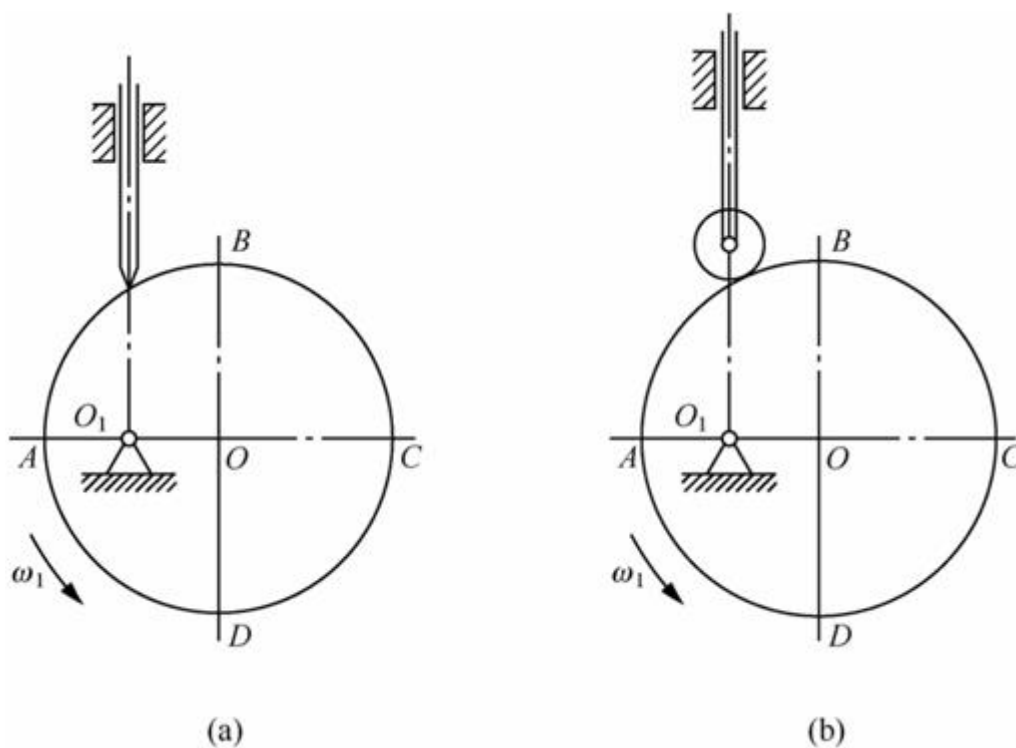

图3-2-10
3-5 在图3-2-10 (a) 所示对心尖顶直动从动件凸轮机构中，凸轮为偏心圆盘，O为凸轮几何中心， O_1 为凸轮转动中心，直线 $AC \perp BD$ ， $O_1O = OA/2$ ，圆盘半径 $R = 60\text{mm}$ 。
- (1) 求凸轮基圆半径 r_0 ，从动件升程 h ，从动件尖顶与凸轮轮廓接触于C点时的压力角 α_C 、接触于D点时的压力角 α_D 和从动件位移 h_D ；
- (2) 若将图3-2-10 (a) 中的从动件由尖顶改为滚子（图3-2-10b），滚子半径 $r_T = 10\text{mm}$ ，试求凸轮机构的上述参数 r_0 、 h 、 α_C 和 α_D 、 h_D ，并分别比较由尖顶改为滚子时上述参数的变化情况。